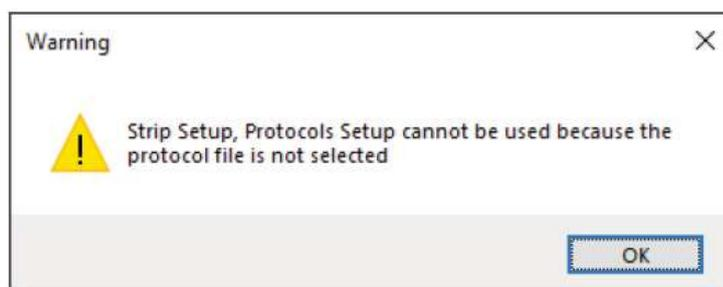

図 189 Warning メッセージ画面
3. プロトコル .xml ファイルが読み込まれていない状態で **Close** を選択すると、警告が表示されます。(図 189) インポートされたプロトコル .xml ファイルがないまま作成されたアッセイまたはプロトコルは、装置ソフトウェアバージョン 6138800-XX のデフォルト条件を使用します。